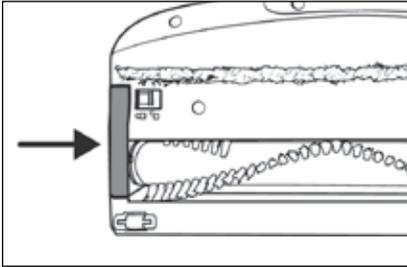

Fig. 27
- 5) Insérez le rouleau de brosse ②① dans la brosse de sol ②②. Pour cela, tournez légèrement le rouleau brosse ②① pour pouvoir l'utiliser plus facilement.
- 6) Remplacez le support de rouleau de brosse **20** dans la brosse de sol **22**. Poussez-le vers le bas jusqu'à ce qu'il s'enclenche dans la brosse de sol **22** avec un clic (voir fig. 27).